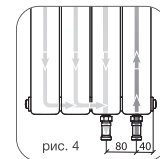

рис. 4
3. Радиатор подключается к трубопроводам с помощью узлов (кранов) нижнего подключения прямым или угловым G3/4" (рис. 4).